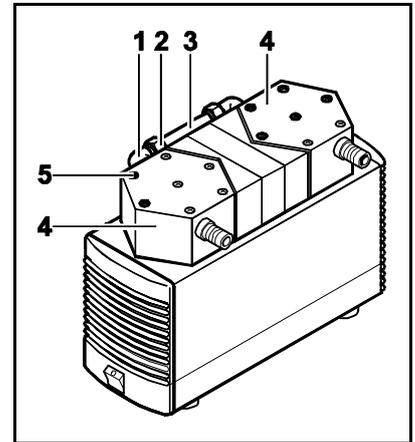

Abb. 6: Pumpenkopf abmontieren
3. Außenliegende Schrauben (Abb. 6/5) von den Pumpenköpfen lösen.